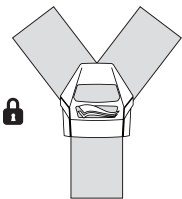

Fig. 3b
- Cierre el regulador (Fig. 3b)